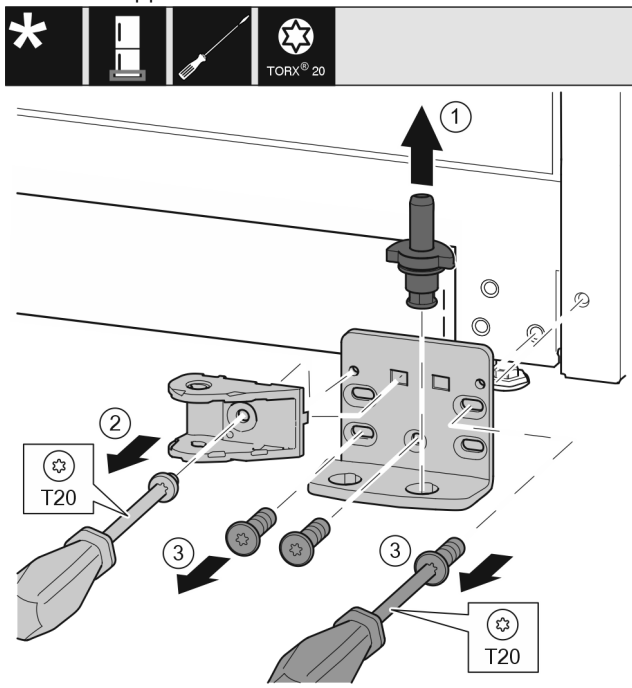

Fig. 45 *
- ▶ Estrarre completamente verso l'alto i perni di supporto Fig. 45 (1)*
- ▶ Svitare la vite con un cacciavite Fig. 45 (2) e rimuovere il collegamento dell'ammortizzatore di chiusura.*
- ▶ Svitare le viti Fig. 45 (3) con un cacciavite e rimuovere il blocco di supporto.*